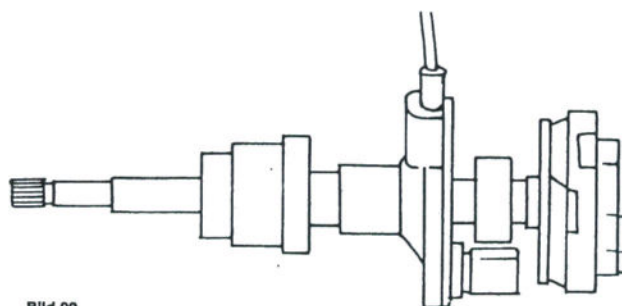
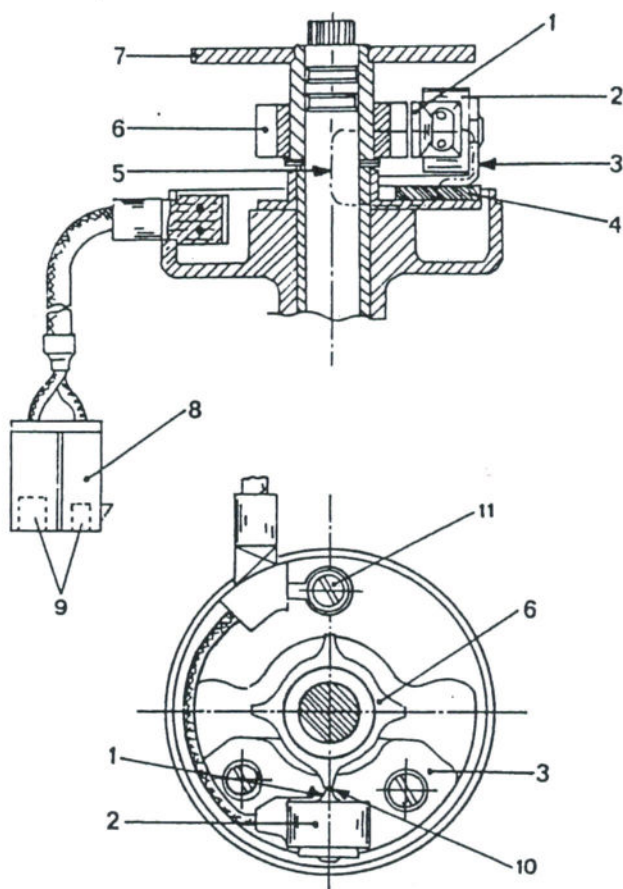

Bild 99
Bild 100
Der Zündverteiler selbst unterscheidet sich von dem herkömmlichen Verteiler, indem er mit einem Signalgenerator ausgerüstet ist. Er besitzt die in Bild 99 gezeigte Form und den in Bild 100 gezeigte
ten Querschnitt. Eine kurze Beschreibung erfolgt anhand von Bild 100: Durch die Spule (2) werden Signale erzeugt. Die Spule ist mit einem Magnetkreis geschlossen, welcher aus dem Dauermagnet (4), der Festplatte (3) mit dem Ständerpol (1), der Spule (2) und dem Unterbrecher (6) besteht. Der letztere ist am Ende der Verteilerwelle eingearbeitet.
- Kontrollieren, dass der Stecker (8) in Bild 100 einwandfrei in die Zündspule eingesteckt ist.
- Zündung ausschalten und den Stecker (8) in Bild 100 abziehen.
- Mit einem Ohmmeter, an den Klemmen (9) angelegt, eine Anzeige erhalten, die zwischen 700 bis 800 Ohm betragen sollte.
- Zündverteilerkappe abnehmen und mit einer Fühlerlehre den Luftspalt («10» in Bild 100) zwischen dem Läufer (6) und dem Pol (1) der Signalspule (2) kontrollieren. Der Luftspalt sollte 0,3 bis 0,4 mm betragen. Ebenfalls kontrollieren, dass die Schraube (11) gut angezogen ist.